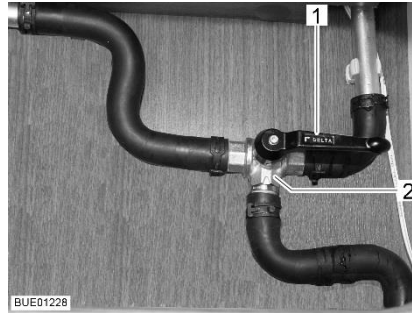

Bild 141 3-Wege-Ventil
- Den Hebel (Bild 141,1) des 3-Wege-Ventils (Bild 141,2) parallel zur geraden Durchflussrichtung (Bild 141) stellen.
- Den Hebel (Bild 141,1) des 3-Wege-Ventils (Bild 141,2) quer zur geraden Durchflussrichtung stellen.